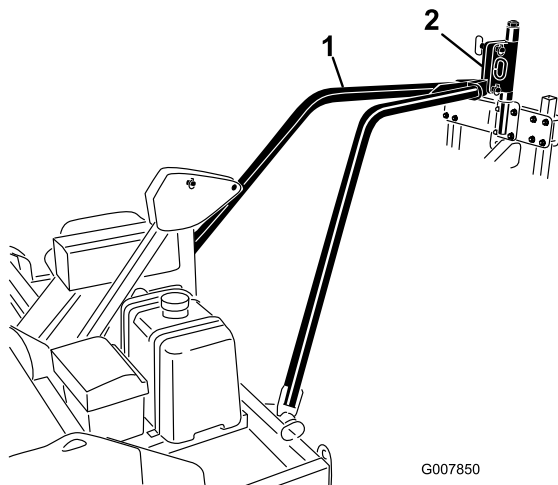

Figure 15
3. Enlevez la sangle d'arrimage ou la corde et abaissez la plaque d'attelage dans le pivot d'attelage de l'aérateur (Figure 15).